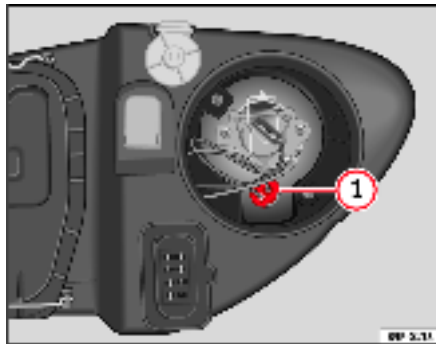

Fig. 189 Feu de croisement
- Retirez le porte-lampes ⇒ fig. 189 **1** vers l'extérieur.